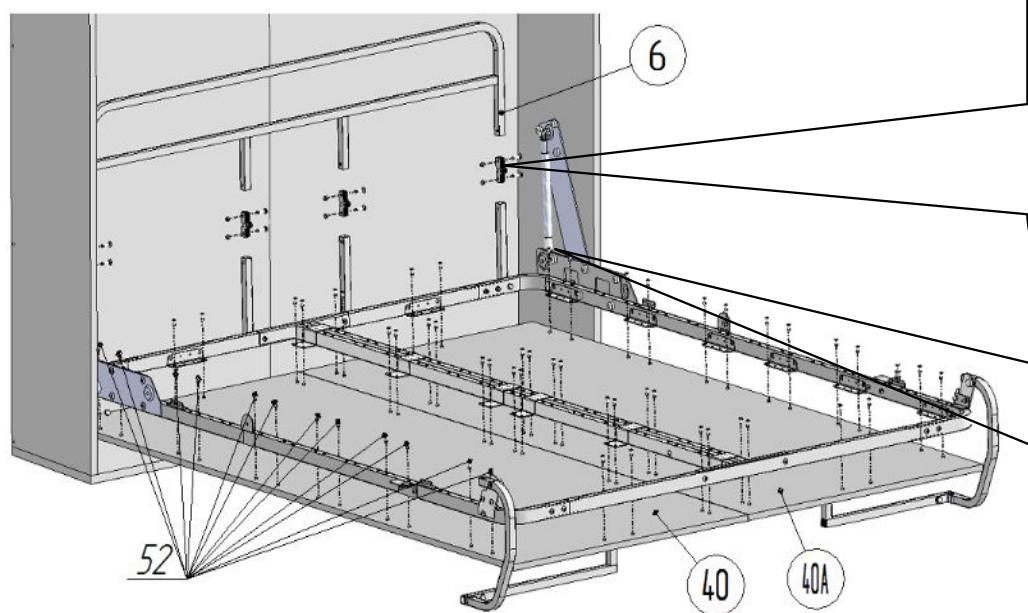

Рис.9.1
11. Установить шарниры поз. 11 в бортик поз.6 и стойки бортика поз.9 (рис.9.1 и 9.2). Закрепить, используя Винт M6x25 поз.16, гайку M6 со стопорным кольцом поз.23. Присоединить стойки бортика поз.9 к стойкам со вкладышем поз.9A в соответствии с рисунком 9.2, используя Винт M6x25 поз.16, гайку M6 со стопорным кольцом поз.23.
декоративные щиты в необходимом направлении. Затянуть винты M6x13 поз. 38. При необходимости повторить операцию выравнивания. Окончательно закрепить декоративные щиты на раме, используя саморезы Ø4x16 поз.52 (рис.9.1).